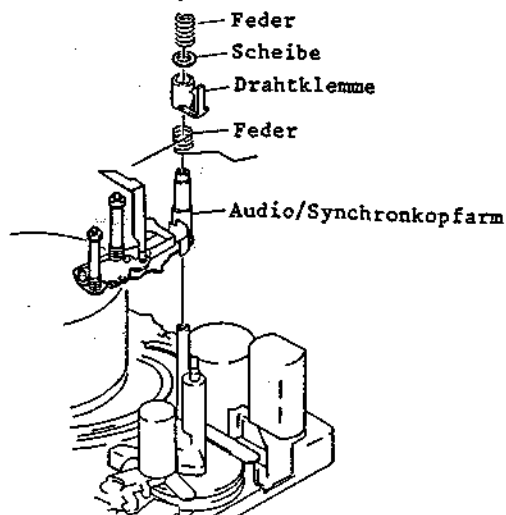

Abb. 2-76 Ausbau des Audio/Synchronkopfarm
### 3-28 Ausbau des Audio/Synchronkopfarm (Abb. 2-76)
4. Eine (1) Scheibe, eine Feder und eine Drahtklemme von der Welle des Audio/Synchronkopfarm abnehmen (siehe Abb. 2-76).
5. Den Audio/Synchronkopfarm ausbauen (siehe Abb. 2-76).
- Den Audio/Synchronkopfarm ausbauen (siehe Abb. 2-76).
7. Den Audio/Synchronkopfarm ausbauen (siehe Abb. 2-76).